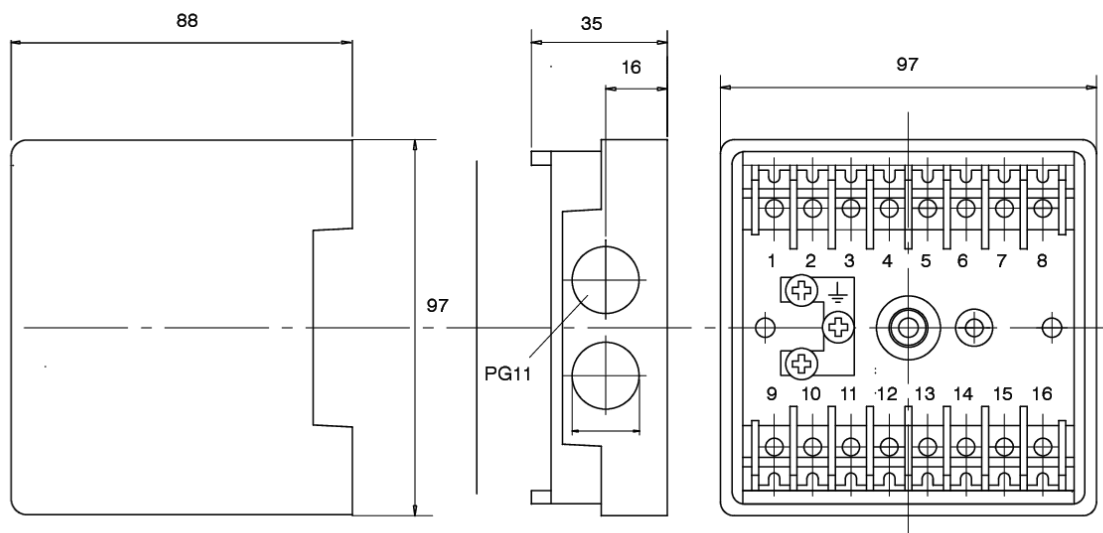

Рис. 7. Установочные размеры A4021/A8021 и основания в мм.
См. Рис. 7
Основание крепится к панели двумя винтами, для снятия крышки необходимо вывинтить крепежный винт. Диаметры монтажных отверстий указаны на рис. 7.
Установочные размеры см. на рис. 7.
2. Соединения для подключения систем A4021/A8021 поставляются в единственном экземпляре. Для правильного подключения внимательно изучите таблицу 3 и рис. 7.